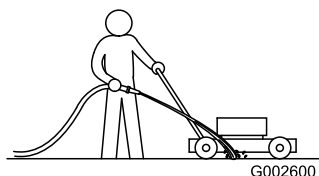

Figura 20
5. Cu motorul pornit i lama cuplată, direcționați un jet de apă în faa roii dreapta, spate (Figura 20).